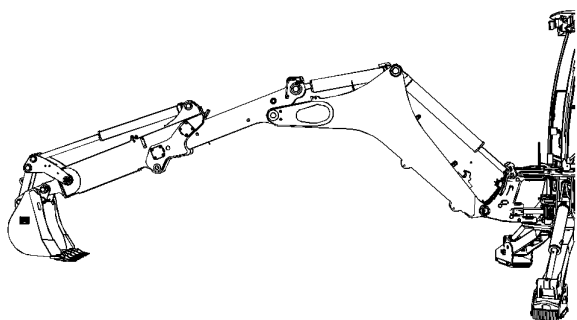

Рисунок 7
1. Установите машину в требуемое положение. См. рис. 7.